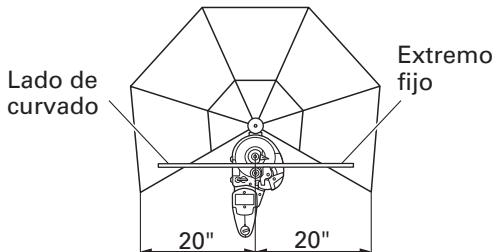

Fig. 20
- (1) Asegúrese de instalar el protector de desviación cuando curve una varilla con una longitud de curvado y una longitud de fijación de 20" (diámetro interior del protector de desviación) o menos (Fig.20).